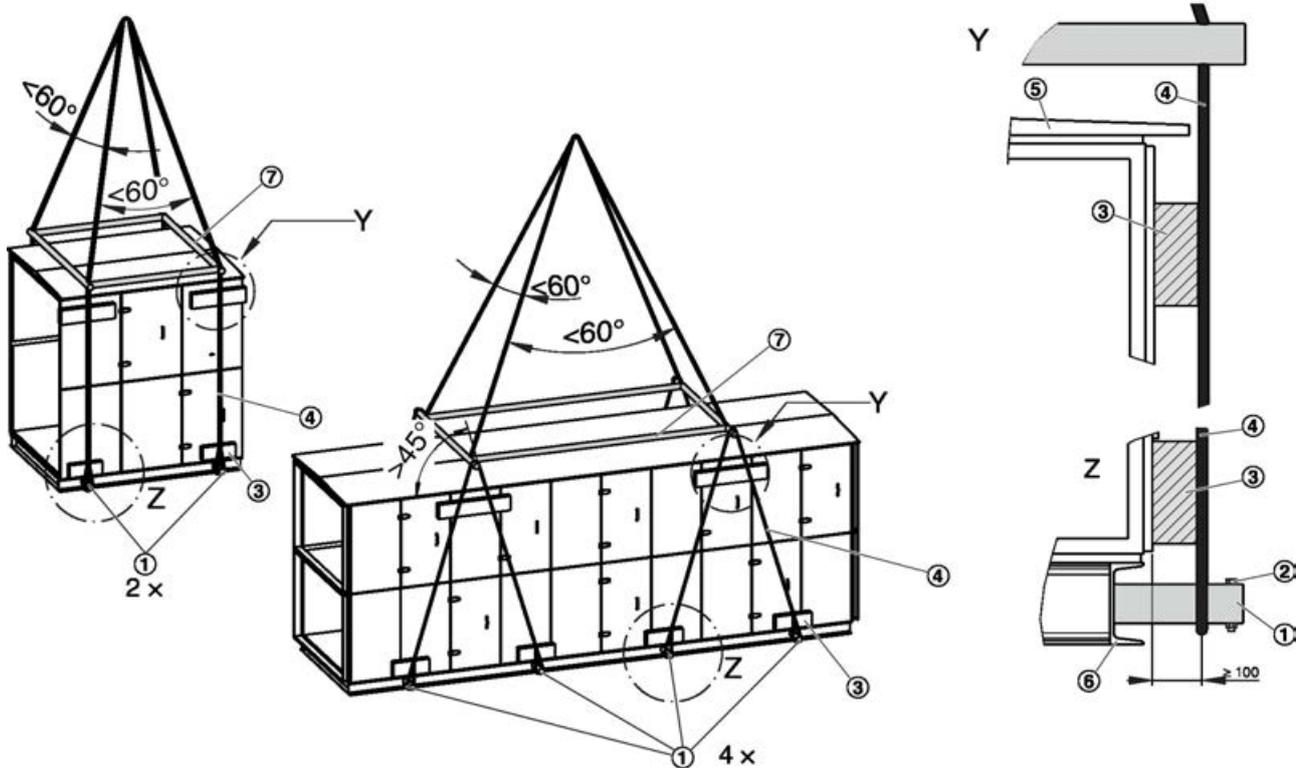

Abb. 8: Anschlag mit zwei oder vier Transportrohren
Die Anzahl der Bohrungen im Grundrahmen (Abb. 8 /6) gibt die Anzahl der zu verwendenden Transportrohre (Abb. 8 /1) vor.
- Die Anschlagart entsprechend der Anzahl der verwendeten Transportrohre auswählen Abb. 8
1. ▶ Die Grundrahmenstopfen der Bohrungen im Grundrahmen (Abb. 8 /6) der RLT-Bauteile abnehmen.
2. ▶ Die Transportrohre (Abb. 8 /1) in die Bohrungen im Grundrahmen schieben.
Die Transportrohre mit den Schrauben (Abb. 8 /2) sichern.
3. ▶ Anschlagmittel (Abb. 8 /4) um die Rohrenden der Transportrohre legen.
Anschlagmittel zwischen Grundrahmen (Abb. 8 /6) und den Schrauben (Abb. 8 /2) positionieren.
Die Kanten mit Distanzhölzern (Abb. 8 /3) schützen. Bei Bauteilen/Geräten mit Dach (Abb. 8 /5) Distanzhölzer so auswählen, dass der Abstand zwischen Anschlagmittel und Gerät von 100 mm gewährleistet ist.
Die Anschlagmittel geeigneten Spreizvorrichtungen (Abb. 8 /7) im Dachbereich, z. B. mit einer Traverse auseinander halten.